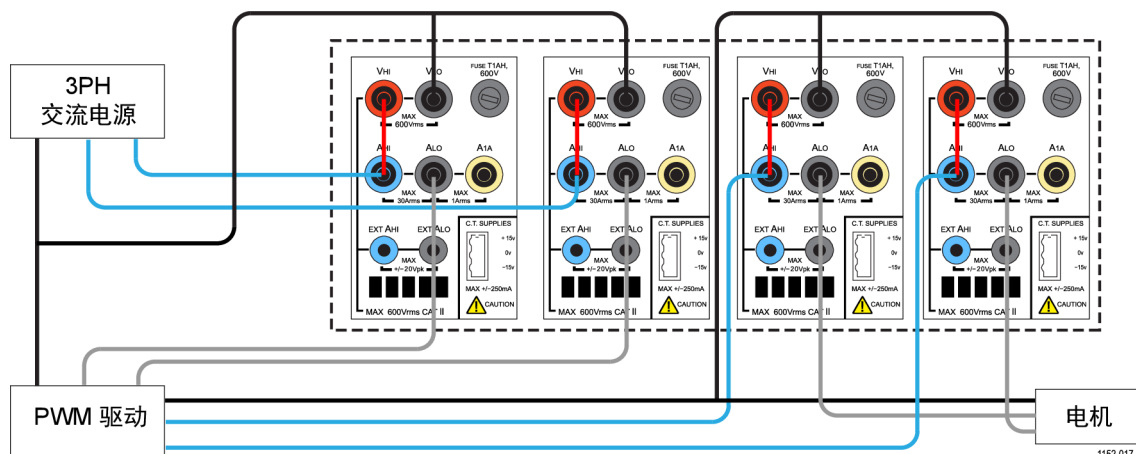

图 47: PWM 电机驱动效率 (三相输入和三相输出)
1. 将 PWM 电机驱动的三相交流输入连接到 PA3000 的前两条通道，如接线图中所示。（见图47）